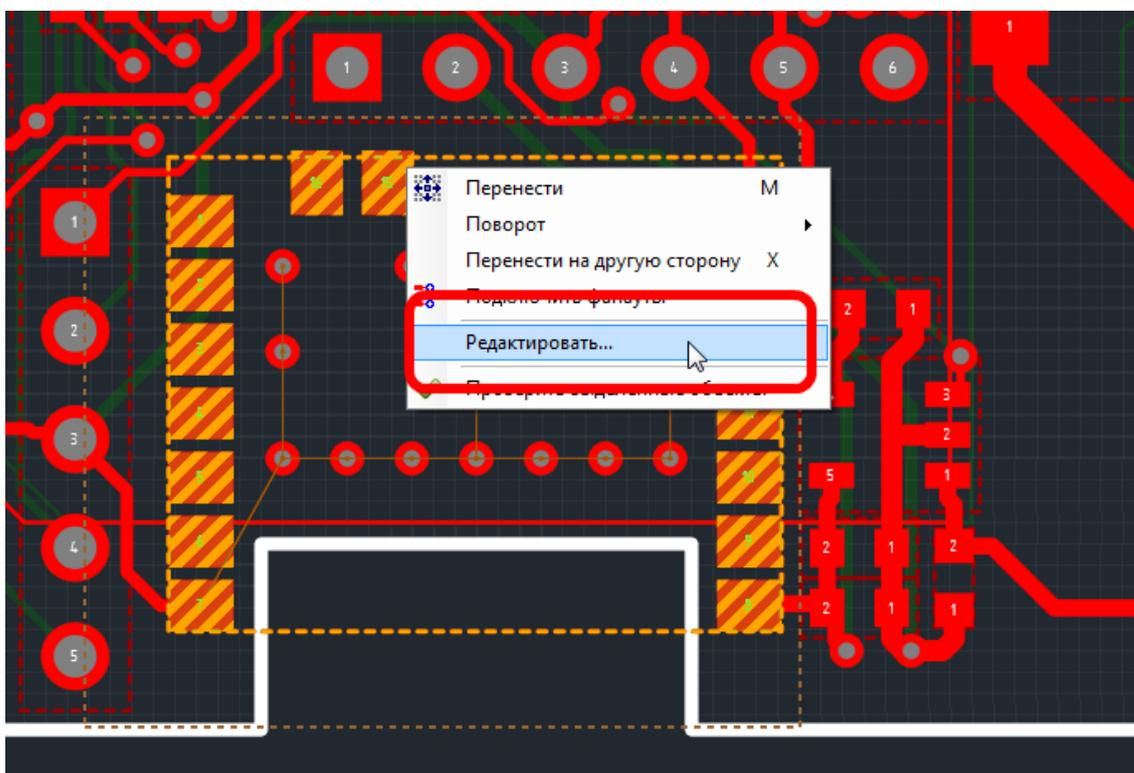

Рис. 193. Изменение посадочного места на плате
2. Вызвать контекстное меню и выбрать пункт «Редактировать», см. Рис. 193.